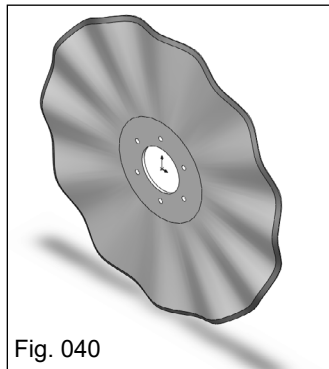

Fig. 040
a) Disco de corte ondulado de 20" (Fig. 040), somente solos arenosos;